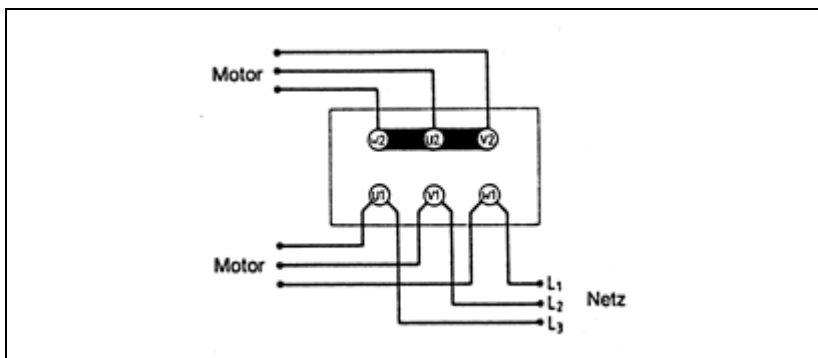
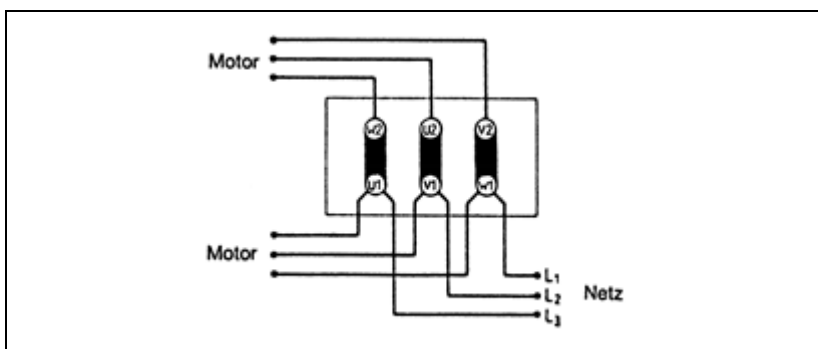

Abb. 10: Y-Schaltung (hohe Spannung)
Abb. 11: Δ -Schaltung (niedrige Spannung)
4. Anschluss von Pumpen mit Drehstrommotor entsprechend der Abb. 10 oder Abb. 11.